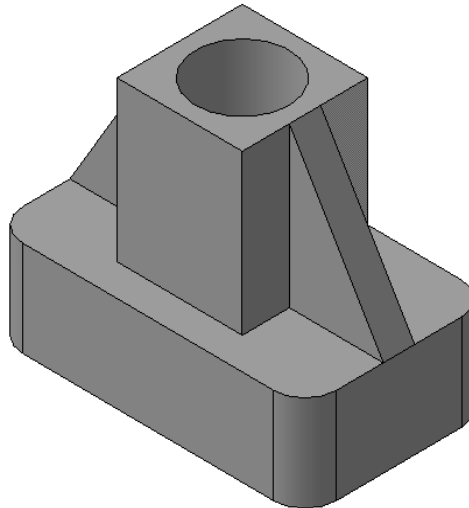

Рисунок 13.
8. Выполняем  **Скругления** R10мм на углах основания (рисунок 13).